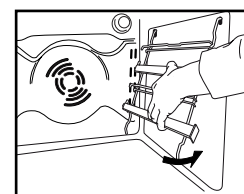

Fig. 4
4. Sæt sidestativerne på plads i ovnrummet igen (Fig. 4).